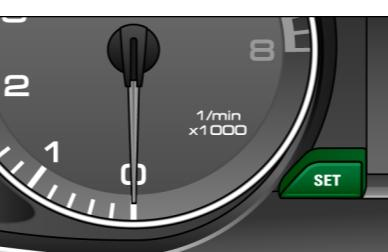

图 118 组合仪表局部视图
- 按组合仪表 ⇒ 图 118 中的 **SET** 按钮 1 秒钟以上。 ►